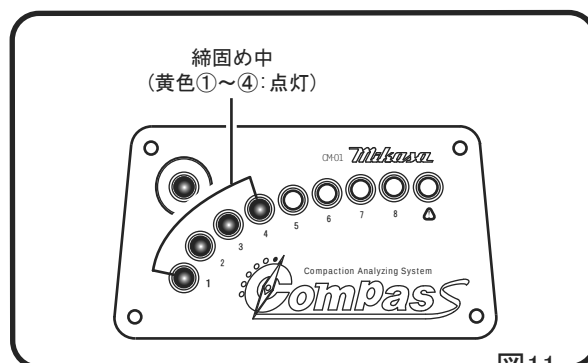

図11
黄色のLED①～⑧が点灯して更に赤色が点灯すると締め固めの限界になります。この機械では、これ以上の締め固めを行なう事ができません。より高い地盤剛性値が必要な場合には、上位クラスの製品をご使用ください。(図11)